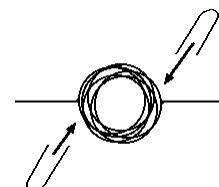

Abb.4: Verstärken der Spule
- Mit einigen kurzen Drahtstücken kann die gewickelte Spule zusätzlich verstärkt werden (Abb.4).